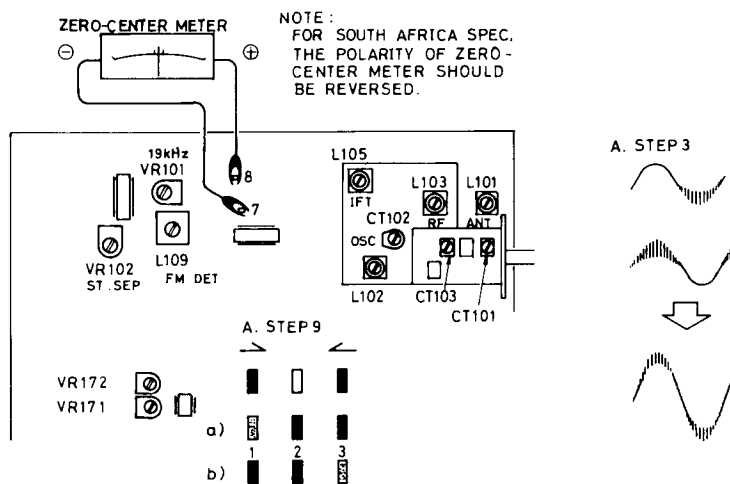

Fig. 3
- 3. Receive 90MHz signal from FM Signal Generator. Antenna input should be set to the optimal level where adjustment can be carried out satisfactorily with the appropriate amount of noise contained in the signal wave (3μV-5μV). Adjust FM IFT L105 so that the waveform is largest and contains noise uniformly on the top and bottom of the waveform. (See Fig. 3.)
- b) Set the SG to a position 50kHz lower than 90MHz, and adjust potentiometer VR171\*3 so that LED 3 dimly glows. See Fig. 3.
- 3. Recevoir le signal de 90MHz du générateur de signal MF. L'entrée de l'antenne doit être réglée au niveau optimal où le réglage peut être mis à exécution d'une manière satisfaisante avec la quantité appropriée de bruit contenue dans l'onde de signal (3μV-5μV). Régler FM IFT L105 de sorte que la forme d'onde soit plus grande et contienne le bruit uniformément sur le sommet et le fond de la forme d'onde. (Fig. 3)
- b) Placer le générateur de signal à une position de 50 kHz plus basse que 90MHz, et régler le potentiomètre VR171 de sorte que la LED 3 s'allume légèrement. Voir la Fig. 3.